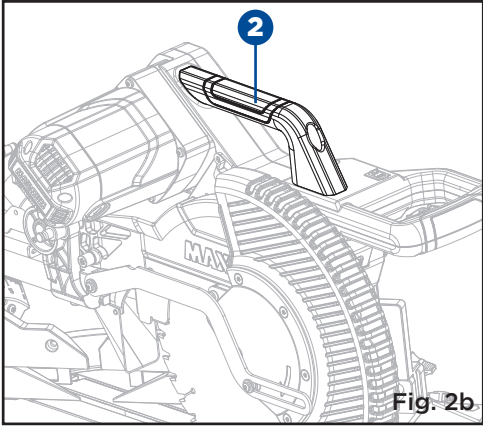

Fig. 2b
- Enfoncez la goupille de verrouillage de la tête (1) dans le trou de verrouillage et vérifiez que la molette de verrouillage de la tête est verrouillée en place en la tournant dans le sens horaire.
**REMARQUE :** Pour éviter tout dommage, ne transportez jamais la scie à onglets par le protège-lame, le cordon d'alimentation, la poignée de verrouillage d'onglet ou la tête de scie. Utilisez TOUJOURS la poignée de transport désignée (2) située sur le dessus du corps de la scie. (Fig. 2b)